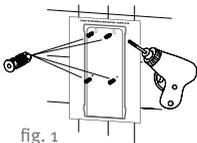

fig. 1
3. Insérer les 4 chevilles fournies et retirer gabarit (fig. 1).